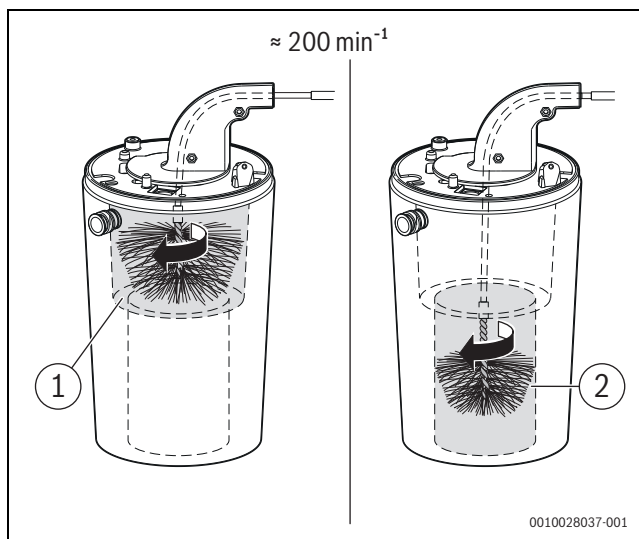

Bild 138 Wärmeblock reinigen ( $\approx 200 \text{ min}^{-1}$ , nur Rechtslauf)
- Mit kleiner Bürste für den unteren Bereich wiederholen (→ Bild 138, [2]).